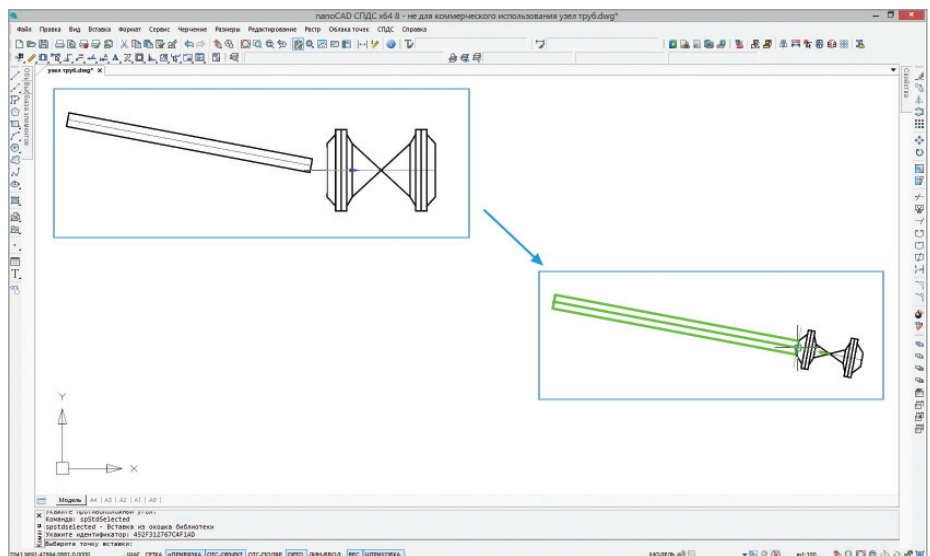

Рис. 2
- параметрические объекты могут взаимодействовать между собой, причем не только на уровне геометрии и взаимного положения (геометрические зависимости), но и на уровне передачи пользовательских свойств (параметрические зависимости) (рис. 2);